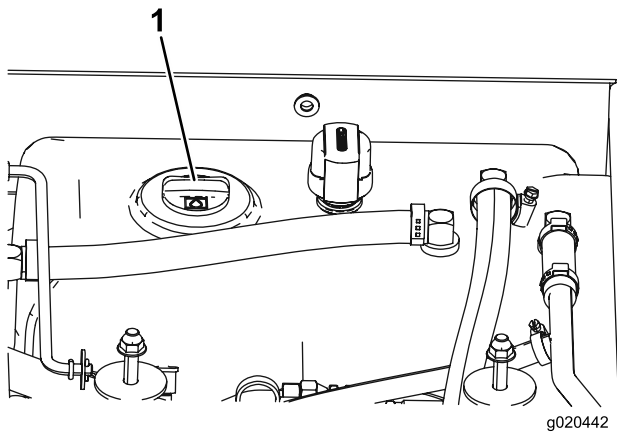

図 13
3. 油圧オイルタンクの注油口周辺をきれいに拭き、キャップ図 13 を外す。給油口からキャップを取る。